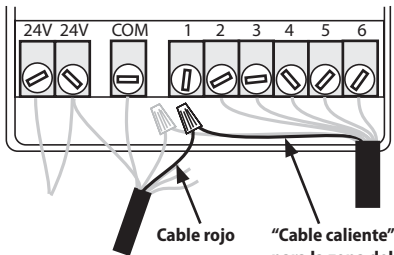

Ilustración 10
4. Desconecte el cable zonal de destino identificado y marcado anteriormente (zona 1 en la ilustración 10). Conéctelo al cable rojo de la interfaz de usuario de SCX utilizando un conector roscado tipo Wire-Nut® (ver la ilustración 10).